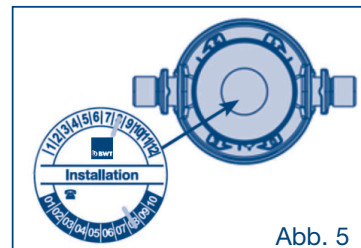

Abb. 5
- Auf der beigelegten Einbauplakette das Datum (Monat/Jahr) der Installation kennzeichnen und auf den Filterkopf kleben (siehe Abb. 5)